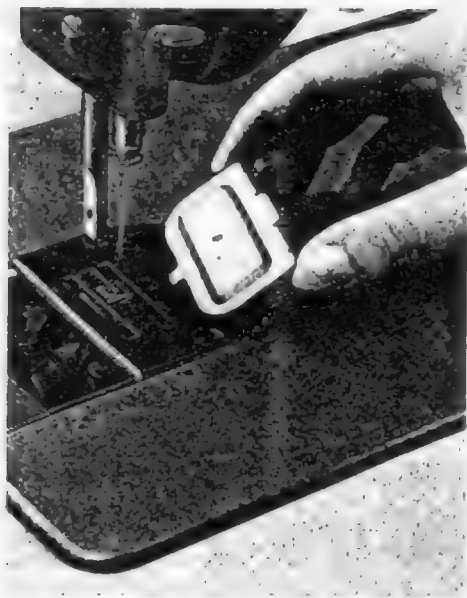
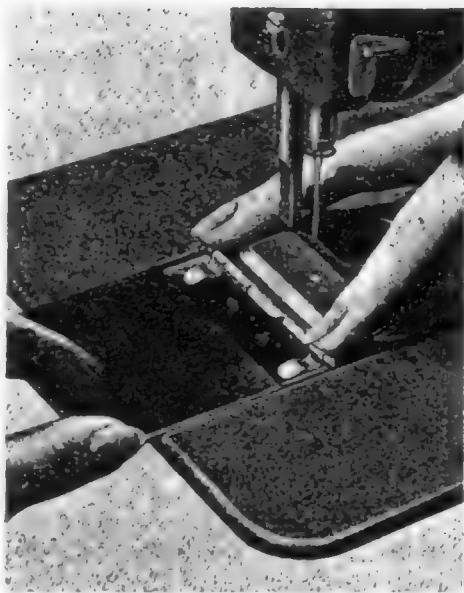

Fig. 30
Fig. 31
2. Überdeck-Stichplatte einhängen (Fig. 30), einschwenken und mit dem Grundplattenschieber festhalten (Fig. 31).